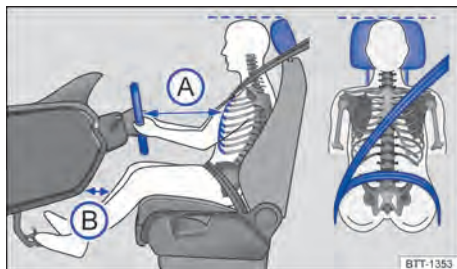

Fig. 1 Distância correta do condutor em relação ao volante, posição correta do cadoarço do cinto de segurança e ajuste correto do apoio para cabeça.
- Ajustar o apoio para cabeça de modo que a sua borda superior se encontre preferencialmente na mesma linha da parte superior da cabeça – porém não abaixo da altura dos olhos. Posicionar a parte posterior da cabeça o mais perto possível do apoio para cabeça → Fig. 1.